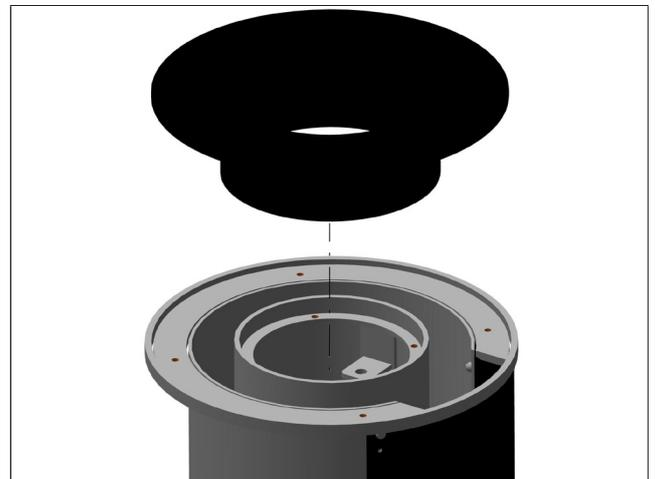

Abb. 4
4. Bauen Sie die Innenführung aus (Abb. 4).